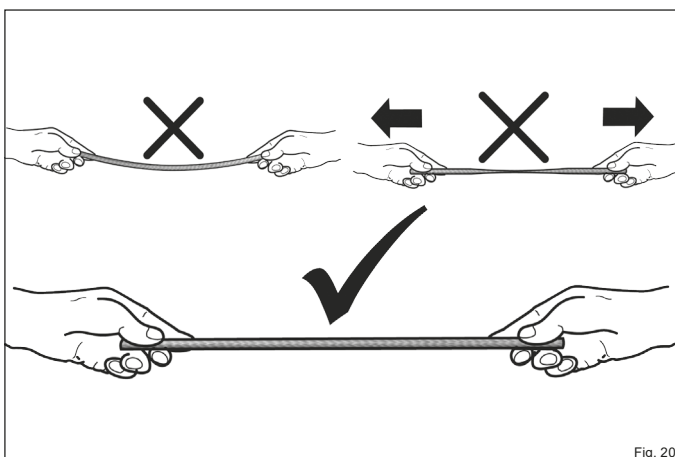

Fig. 20
- ▶ Lors de l'installation du joint, veillez à ce qu'il ne soit pas étiré pas et soit légèrement comprimé (Fig. 20).